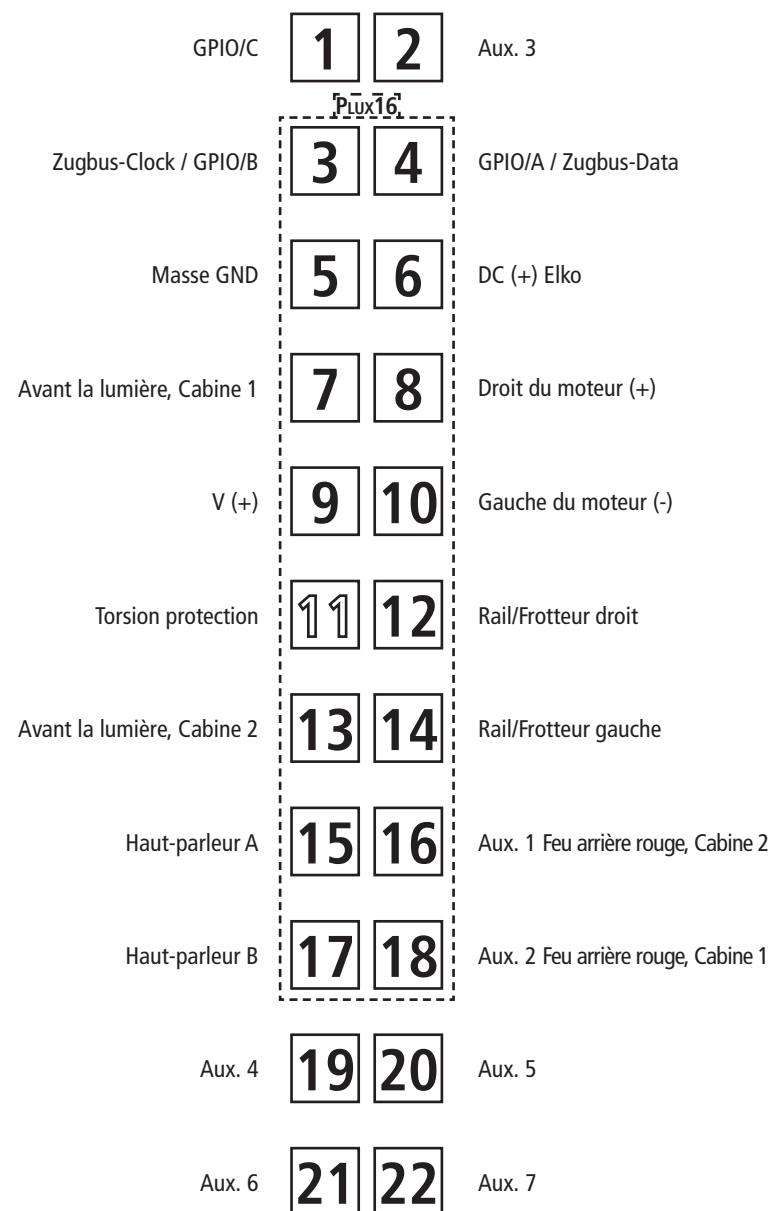
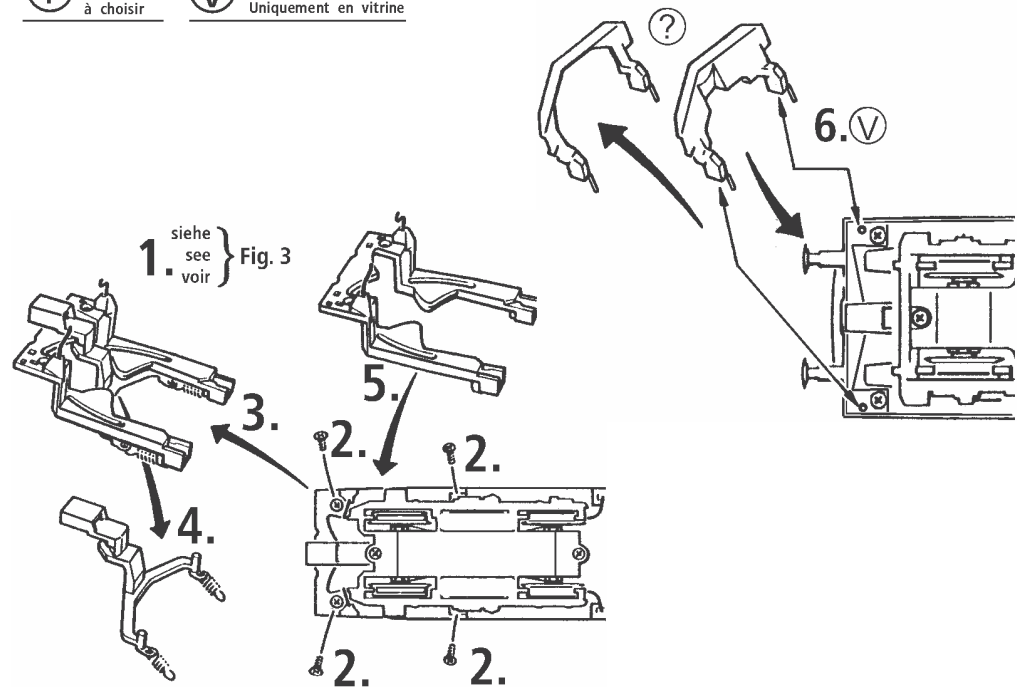

Fig. 10
Fig. 3
2. Schmierung: Versehen Sie die im Schmierplan in Fig. 9 gekennzeichneten Stellen mit nur **kleinen Öltropfen**. Dazu zuerst das Lokgehäuse abnehmen (Fig. 3). Wir empfehlen den **ROCO Öler Art.-Nr. 10906**. Fürs Schmieren der Getriebeteile (Zahnräder, Schnecke) empfehlen wir das **ROCO-Spezialfett Art.-Nr. 10905**. Im Falle der Schmierung diese Teile **nicht ölen**.
Mehrzugbetrieb: Zuerst Lokgehäuse abnehmen (Fig. 3). Danach den Brückenstecker aus der Schnittstelle entfernen (diesen sorgsam aufbewahren). Danach den Stecker des Decoders lage-richtig einsetzen (Fig. 6).
4. Kohlebürstenwechsel: Lokgehäuse abnehmen (Fig. 3). Danach wird der Motor ausgebaut und die Kohlebürsten ausgewechselt (Fig. 10).
2. Lubrication: Apply **tiny oil drops** to spots marked in fig. 9. Prior to lubrication dismantle locomotive (fig. 3). We recommend using item no. **10906, Roco oiler**. For lubrication the gearparts (e.g. cogwheels, worm) we should recommend our Roco **special grease** (item no. **10905**).
4. Carbon Brush Changing: First remove loco body (fig. 3), and then the motor (fig. 10).
2. Graissage: N'appliquez **qu'une tout petite goutte** aux endroits indiqués par le plan de graissage (fig. 9) après avoir démonté la caisse de la locomotive (fig. 3). Nous vous recommandons **le graisseur à huile Roco réf. 10906**. Pour graisser les engrenages (roues dentées, vis sans fin) nous vous conseillons la **graisse spéciale Roco réf. 10905** pour engrenages en matières synthétiques. Lorsque vous utilisez cette graisse il faut éviter d'huiler ces composants.
4. Remplacement des balais du moteur: Démontez la caisse (fig. 3). Démontez ensuite le moteur et échangez le balais (fig. 10).
voir } Fig. 3